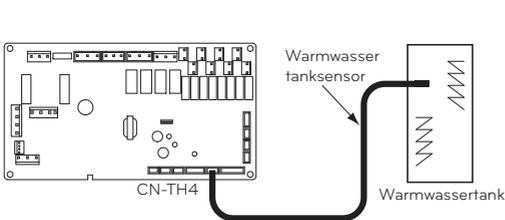

Abb. 1
Schritt 5. Finden Sie den Warmwasserspeicherfühler. Stecken Sie es auf "CN_TH4" (Roter Verbinder) der Hauptplatine (Heizer). Der Sensor sollte korrekt an der Sensoröffnung des Sanitärwassertanks angebracht sein. Wie im unteren Abbildung. 1